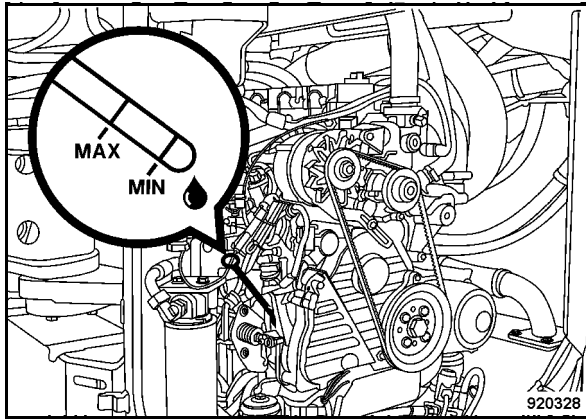

Fig. 121
- Estrarre l'astina di livello olio (Fig. 121) pulirla con uno straccio pulito e non filamentoso e reinserirla fino all'arresto.